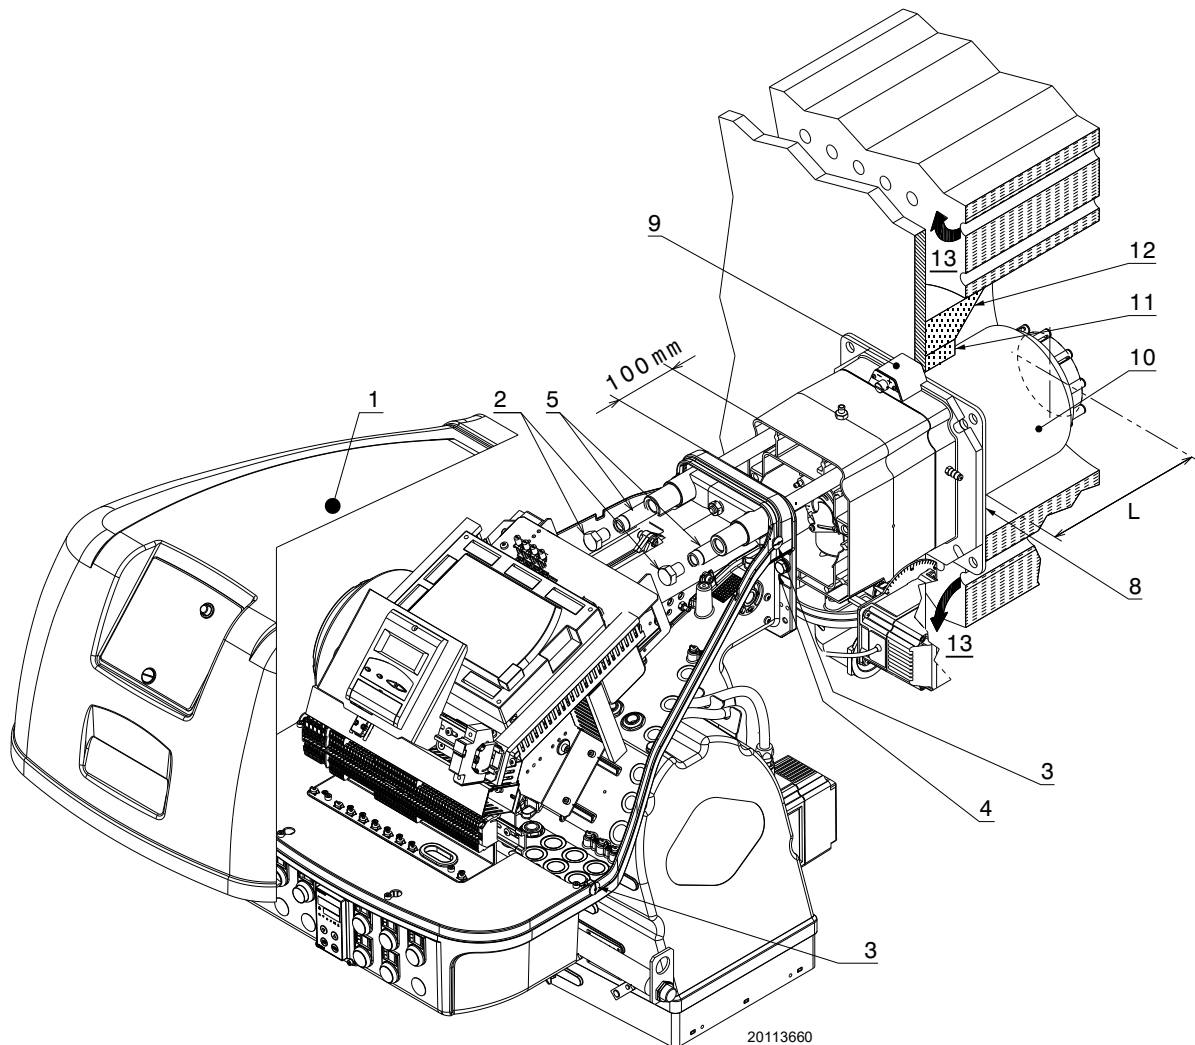

Fig. 16
Per le caldaie con giro dei fumi anteriore 13)(Fig. 16), o con camera ad inversione di fiamma, eseguire una protezione in materiale refrattario 11), tra refrattario caldaia 12) e bocaglio 10).
Separare la testa di combustione dal resto del bruciatore, come in Fig. 16; procedere come segue:
- rimontare il bruciatore sulle guide 3) a circa 100 mm dal manicotto 4) - bruciatore nella posizione illustrata in Fig. 16;